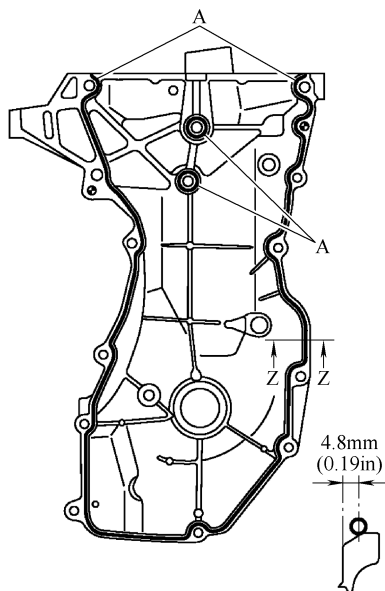

图 3-76 涂抹密封胶到前盖上
② 如图 3-76 所示,用压缩器(通用维修工具)将密封胶连续地涂抹到前盖上。